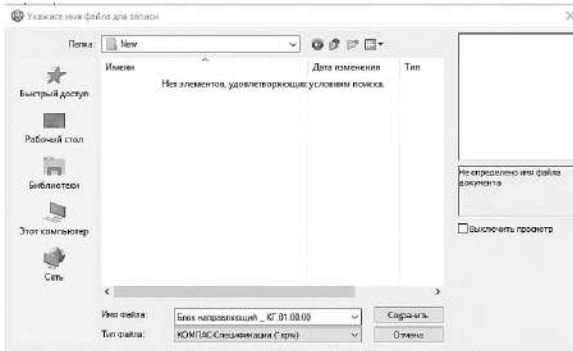

Рисунок 4.45. Сохранение файла спецификации
3.1.8 Сохраните спецификацию в папке проекта, указав имя (например, *Блок направляющий_KГ.01.00.00*). Соответствующий тип файла будет выбран автоматически (рисунок 4.45).